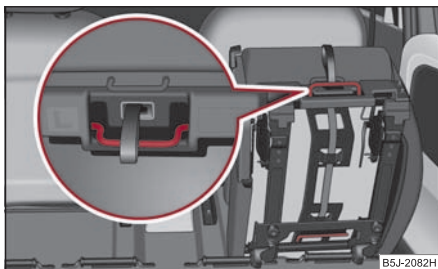

Fig. 70 Poignée au niveau de l'assise du siège
- Attrapez le siège avec la poignée au niveau de l'assise pour le sortir ⇒ **fig. 70**.